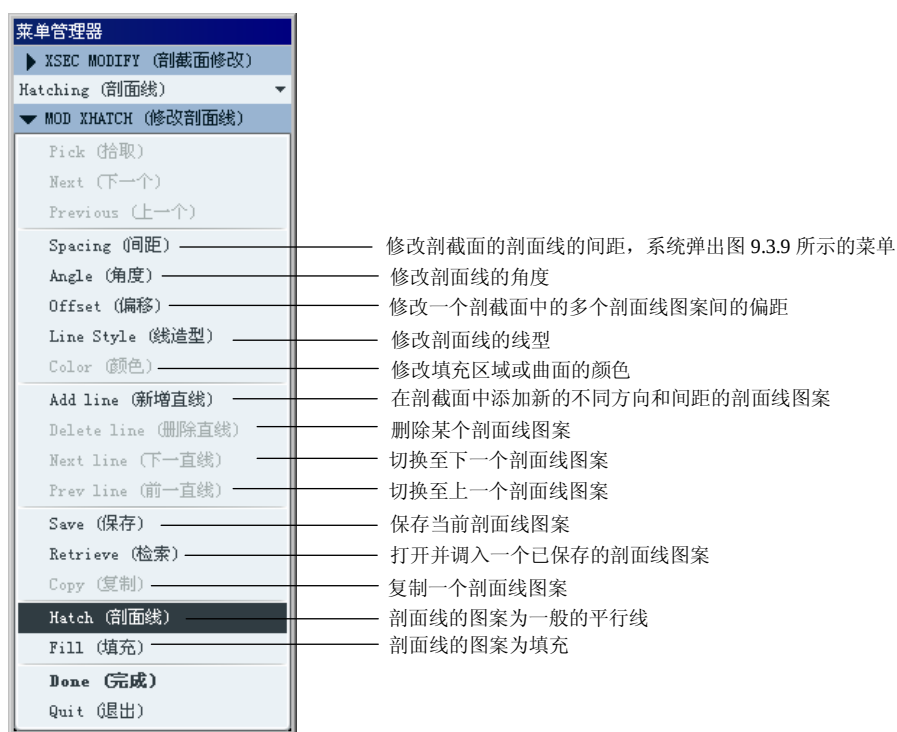

图 9.3.8 “修改剖面线”菜单
(3) 在图 9.3.8 所示的 ▼ XSEC MODIFY (剖截面修改) 菜单中, 选择 Spacing (间距) 命令。